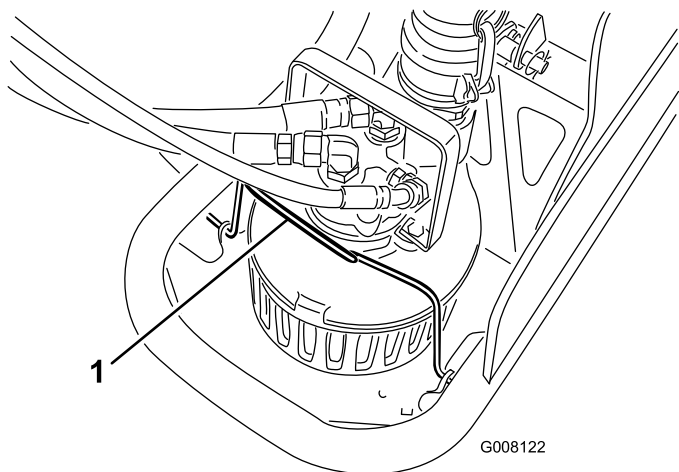
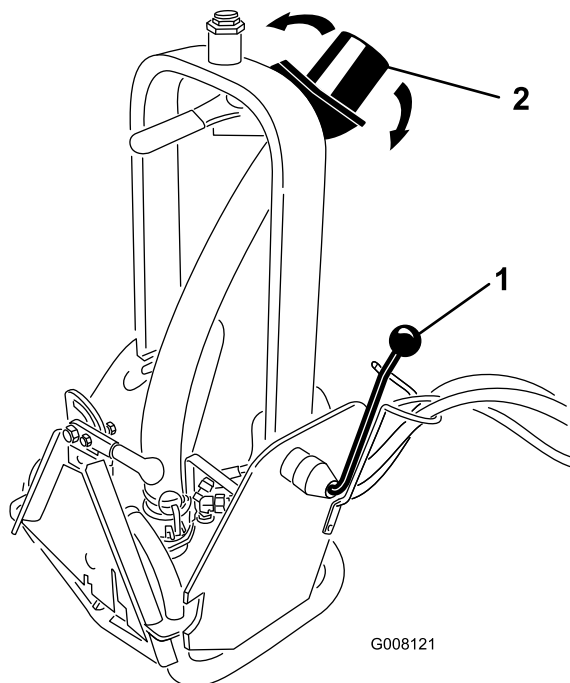

Figura 9
Figura 10
2. Asegúrese de que la abrazadera de la bomba (Figura 9) y la palanca de bloqueo (Figura 10) están bien sujetas antes de empezar a usar la bomba.